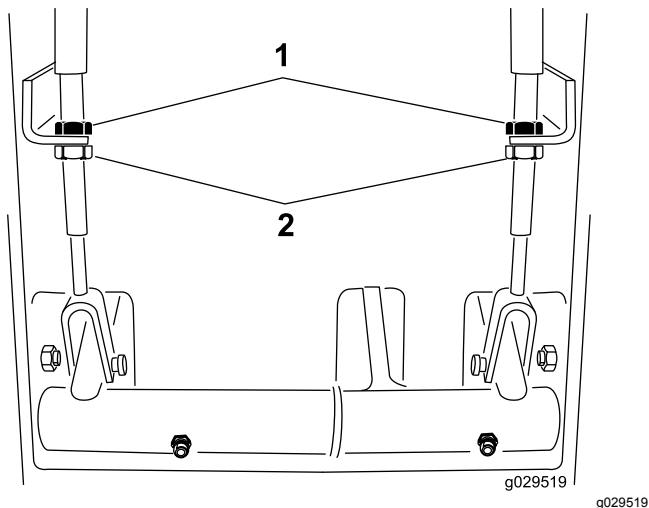

Figura 69
2. Para reducir la holgura de los pedales de freno, afloje las contratuercas delanteras en el extremo roscado del cable de freno (Figura 69).